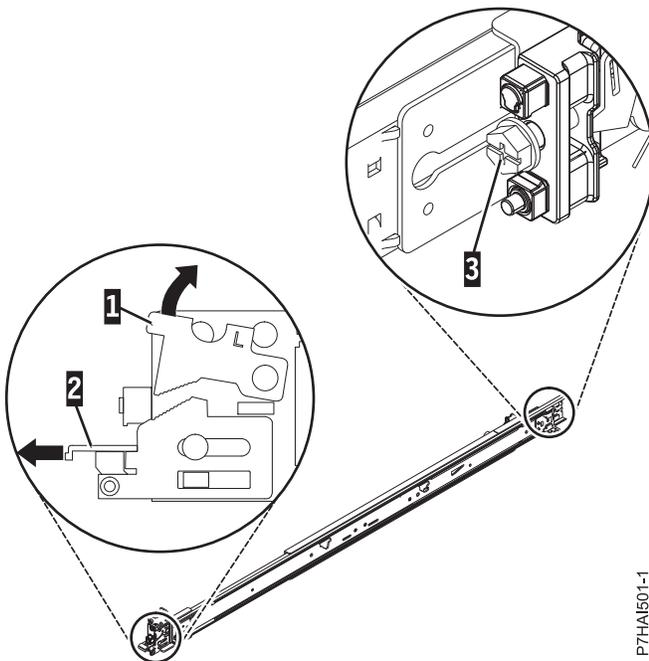

図 19. 前部ラッチを開いて後部のねじを取り外す
2. 前面のロックング・タブ (1) を押し上げて、レールの前部にある前面ラッチ (2) を引き出します。次に、レール (3) の後部からねじを取り外します。詳しくは、図 19 を参照してください。